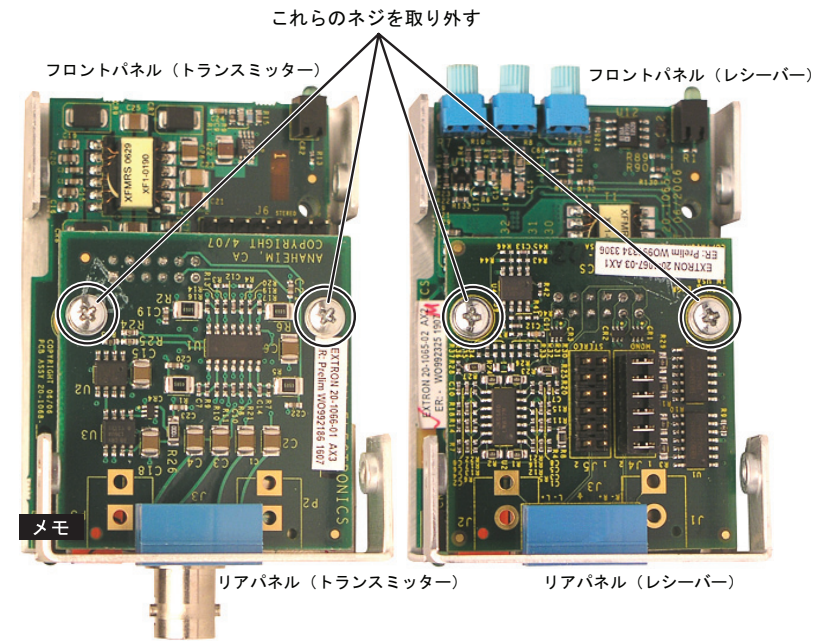

図 2-2 音声ボードの取り外し方
4. トランスミッターまたはレシーバーが音声対応モデルの場合、音声ボードをメイン (ビデオ) ボード(図2-2) に固定している 2 本のネジを取り外し、保管しておきます。音声コネクタが本体の後ろから外れるまで音声ボードを引っ張り、外れたら持ち上げます。
メモ 手順 4 と 図 2-2 は、S ビデオまたはコンポジットビデオのモデルにも適用されます。